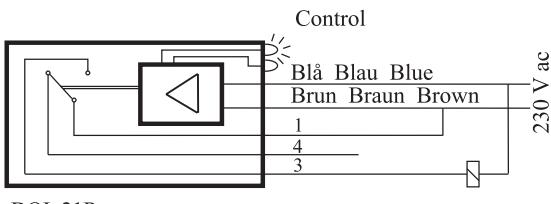

Abb. 2
**Mechanical installation:** At least 10 mm of the switch end should be left free. Installation is made effectively through a PG 36 gland. See Figure 2.
**Electrical installation:** See Figure 2. Supply voltage: 230V ac. Phase to the brown and neutral to the blue wire. Connect load (relay, contacts, lamp, etc.) in series with the relay contact of the switch (see Figure 1). Fuse max. 6.3A.
Figure 2 shows a conveying system; in which feeding should be stopped if the material accumulates. In this case DOL 21R is activated and cuts off auger motor through wire 1 and 3. When the switch is free, the motor restarts.
**Mechanische Montage:** DOL 21 montieren, so mindest 10 mm von dem Ende des Sensor frei ist. Die Montierung ist effektiv mit einer PG 36 Gewindeverbindung. Siehe Abb. 2.
**Elektrische Montage:** Siehe Abb. 2.
Versorgungsspannung: 230V ac. Phase an die braune und Null an die blaue Leitung. Die Belastung (Relais, Kontakte, Lampe usw.) in Serie mit dem Relaiskontakt des Sensors verbinden (siehe Abb. 2). Sicherung max. 6,3A.
Abb. 2 zeigt ein Fördersystem, wo die Zuleitung ausgeschaltet werden muß, wenn eine Materialanstauung erfolgt. In diesem Fall wird DOL 21R betätigt, und schaltet den Schneckenmotor aus durch Leitung 1 und 3. Wenn der Sensor wieder frei ist, wird der Motor wieder eingeschaltet.